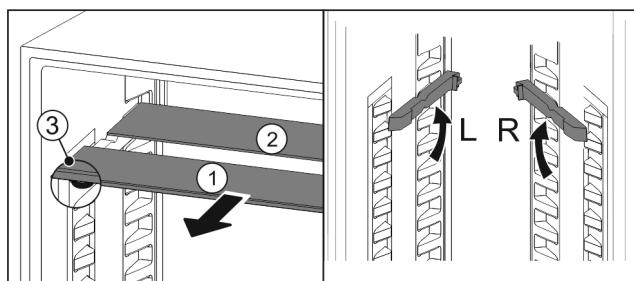

Fig. 94
- Extrageți Fig. 94 (1) pe rând plăcile de sticlă spre înainte.
- Placa de sticlă Fig. 94 (1) cu șipca decorativă se află în față.
- Opritoare Fig. 94 (3) indică în jos.